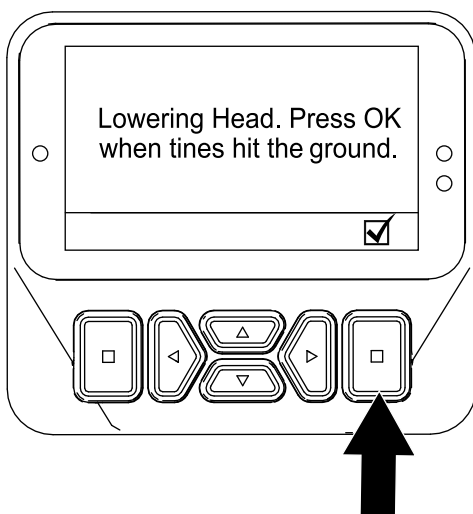

Figure 64
6. Lorsqu'un louchet touche le sol, appuyez sur le bouton de sélection dans l'écran Lowering Head (Abaissement de tête) (Figure 64).